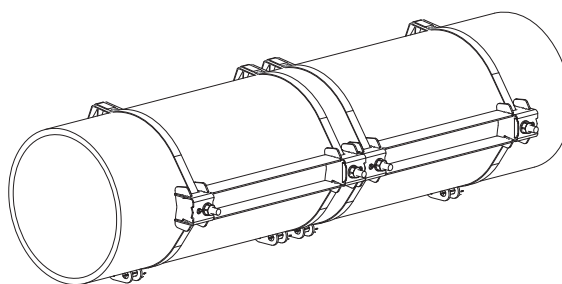

Рис. 8.25: Труба с двумя рельсами
- Повторите шаги для закрепления второго рельса (смотри Рис. 8.25).